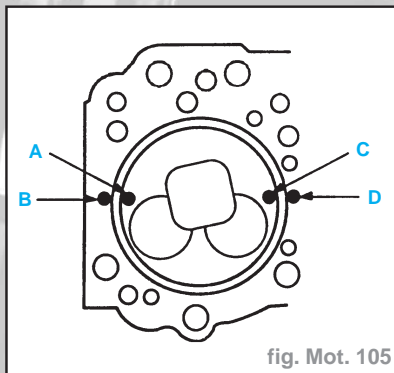

fig. Mot. 105
- La cote de dépassement doit être mesurée entre les points 'A' et 'B', et 'C' et 'D' pour chaque piston, soit un total de huit lectures (fig. Mot. 105).